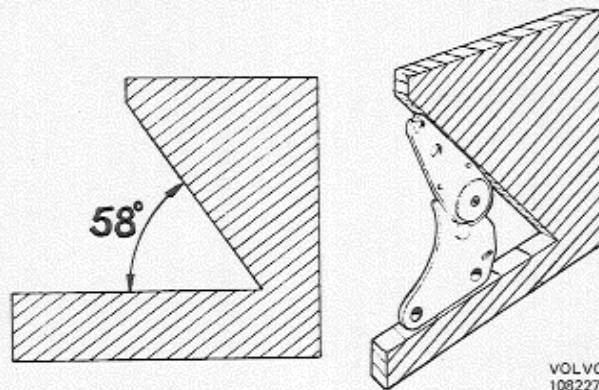

Abb. 57 Winkelvorlage zur Einstellung der Sitzbeschläge für die Rückenlehne
1. Zunächst gemäß Abb. 57 eine Winkelvorlage für die Einstellung der Sitzbeschläge anfertigen. Beschläge nach der Vorlage einstellen: vorschlagsweise mit einem Schraubenzieher an der Verzahnung.